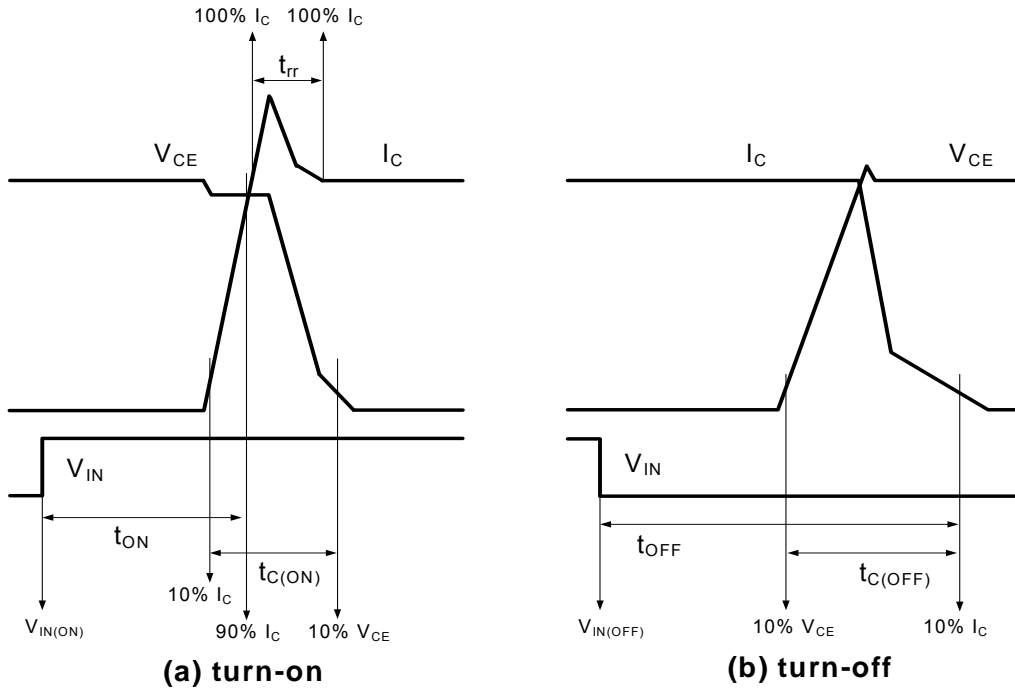

图 4. 开关时间的定义
7.  $t_{ON}$  和  $t_{OFF}$  包括模块内部驱动 IC 的传输延迟时间。  $t_{C(ON)}$  和  $t_{C(OFF)}$  指在内部给定的栅极驱动条件下, IGBT 本身的开关时间。详细信息, 请参见图 4。